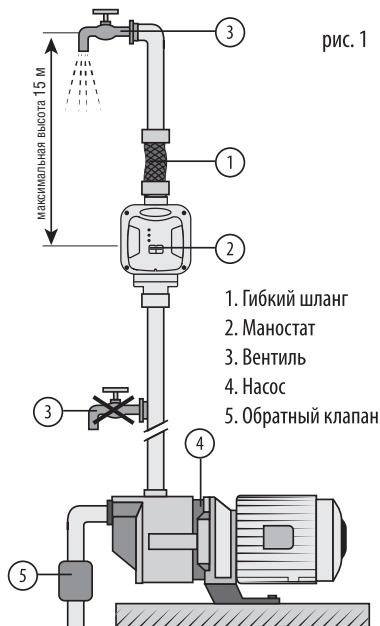

рис. 1
3. Пользователь должен установить обратный клапан на источнике воды насоса (рис. 1, п. 5) и протестировать насос перед установкой маностата, чтобы убедиться в отсутствии проблем с насосом.